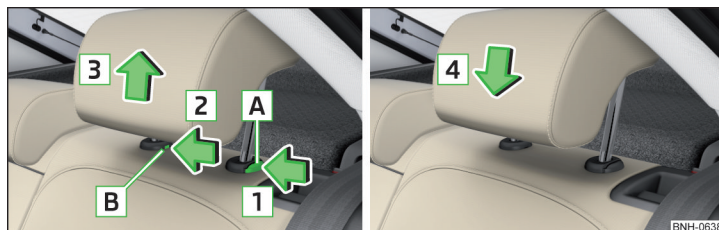

Fig. 72 Extraer / introducir el reposacabezas
- Para **retirar**, mantener la tecla de seguridad **A** en sentido de la flecha **1**, presionando al mismo tiempo con un destornillador plano (con un ancho de máx. 5 mm) la tecla de seguridad en la apertura **B** en el sentido de la flecha **2** y retirar el reposacabezas en sentido de la flecha **3** » fig. 72.